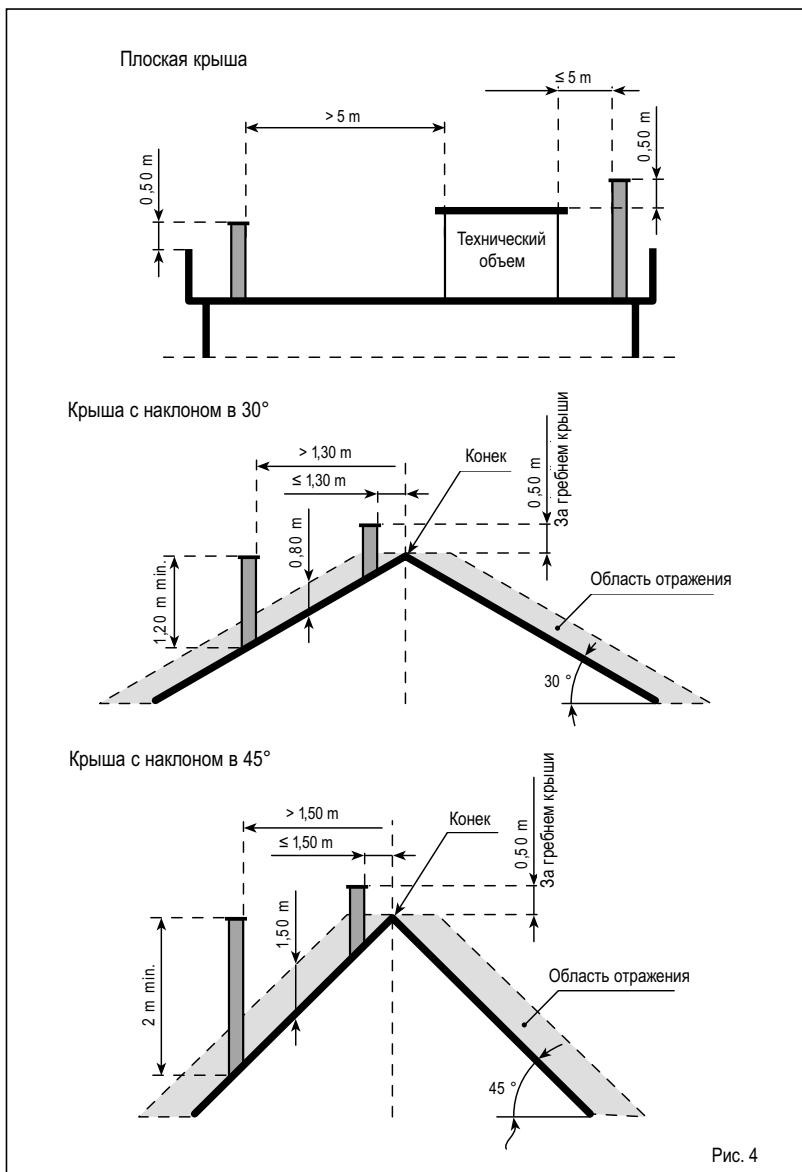

Рис. 4
- выпуск дымохода на крышу должен быть выше конька крыши во избежание опрокидывания тяги, которое затруднит выброс продуктов горения (рис.4);